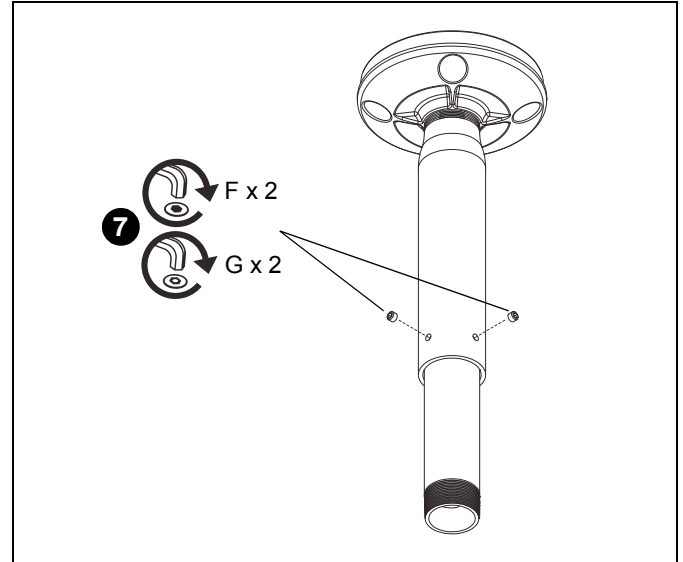

**Figura 3**
- Con la llave (J), pase el tornillo (C) sin ajustar a través de la arandela de presión (D), la arandela plana (E) y la columna externa (B), dentro del orificio de ajuste de la columna interna (A) (consulte la Figura 3).
- Ajuste la columna (A o B, según corresponda) a la extensión deseada, luego gírela y colóquela en la posición de bloqueo (consulte la Figura 3).
- Ajuste el tornillo (C) con la llave (J) (consulte la Figura 3).